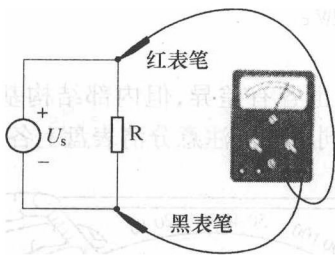

图 1-10 电压测量
(1) 电压测量。电压的测量电路如图 1-10 所示。表笔应并联在被测电路中,首先看量程是否正确。不知被测电路是直流还是交流时,先用交流挡测量(测量直流电压时,显示的电压值偏大)。如换成直流挡测量指针不动,说明是交流电,有指示是直流电。测量过程中不能转换挡位。测量 2500V 以上电压设有专门插口,如图 1-10 所示。